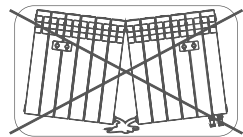

рис. 2
2. Для монтажа радиаторов с числом секций до 12 используйте 2 кронштейна, для 12 и более 3 кронштейна (2 сверху, 1 снизу) (рис. 2).